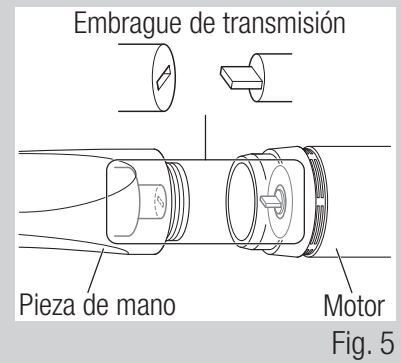

Fig. 5
- Cuando inserte la pieza de mano al motor, puede resultar difícil enroscar el tornillo. Esto sucede porque el embrague de transmisión del motor de la pieza de mano con motor no está alineado correctamente. En ese caso, si fuerza el tornillo provocará que el motor se estropee. Afloje la rosca, gire el dispositivo de sujeción de la pieza de mano o de la fresa para alinear el embrague de transmisión del motor y, a continuación, vuelva a apretar la rosca (Fig. 5).